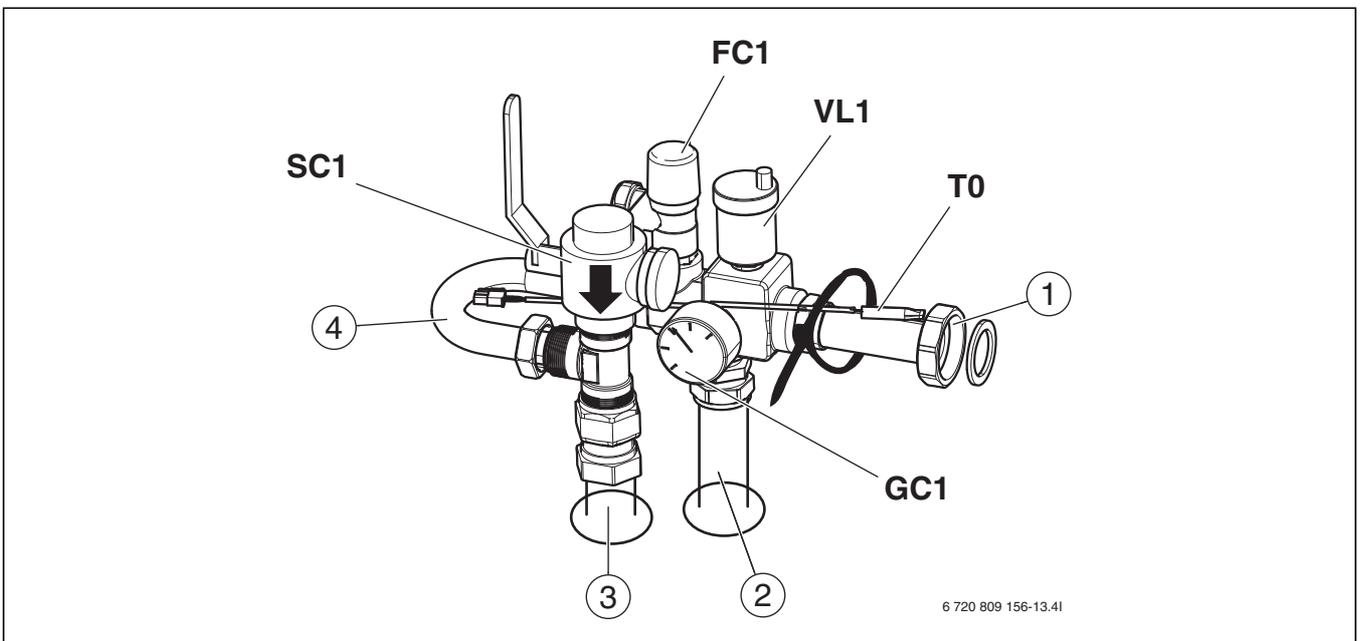

Рис. 11 Смонтированная группа безопасности
- ▶ Сначала смонтируйте фильтр ([SC1], рис. 11) на тройник.
- ▶ Смонтируйте остальные детали, но не затягивайте резьбовые соединения на байпасе ([4], рис. 11).
- ▶ Вставьте датчик температуры подающей линии в гильзу на трубе ([T0], рис. 11) и закрепите кабельной стяжкой.
- ▶ Затяните резьбовые соединения на байпасе ([4], рис. 11).